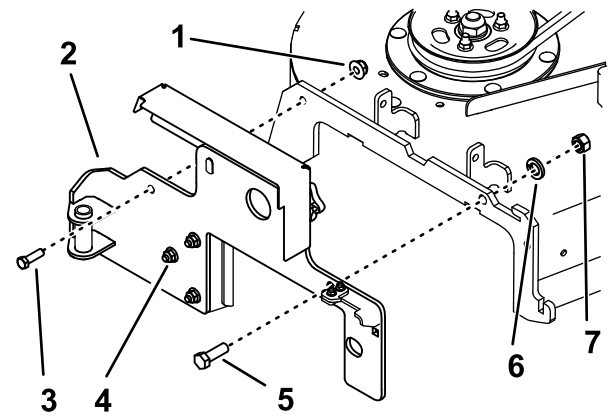

Figura 3
1. Installate il supporto del soffiatore sul piatto utilizzando 1 bullone ($\frac{1}{2}$ " x $1\frac{1}{2}$ "), 1 rondella di bloccaggio, 1 dado ($\frac{1}{2}$ "), 1 bullone ($\frac{3}{8}$ " x $1\frac{1}{4}$ ") e 1 dado ($\frac{3}{8}$ ") come mostrato nella Figura 3.